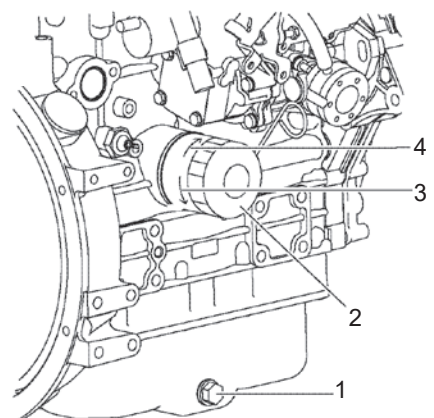

Рис.46
7. После того, как все масло слито из двигателя, установите на место пробку слива масла (1, Рис. 46) и затяните ее с усилием 40–47 фут-фунтов (53,9–63,7 Нм, 5,5–6,5 кгс·м).
1. Поверните масляный фильтр двигателя (2, Рис. 46) против часовой стрелки (3, Рис. 46) с помощью ключа для масляного фильтра.
3. Слегка смажьте прокладку нового масляного фильтра моторным маслом. Установите новый масляный фильтр двигателя вручную, поворачивая его по часовой стрелке (4, Рис. 46), пока он не коснется установочной поверхности. Затяните моментом 14–17 фут-фунтов (19,6–23,5 Нм, 2,0–2,4 кгс·м) или на один дополнительный оборот с помощью ключа для масляного фильтра.